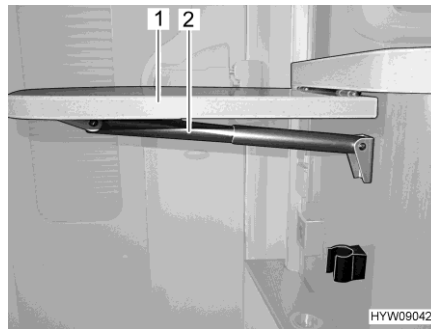

Bild 93 Thekenklapptisch
- Thekenklapptisch (Bild 93,1) unten greifen und mit leichtem Zug aus der Rastung ziehen.
- Tischplatte nach oben schwenken, bis die Fixierung der Teleskophalterung (Bild 93,2) greift. Tischplatte loslassen.